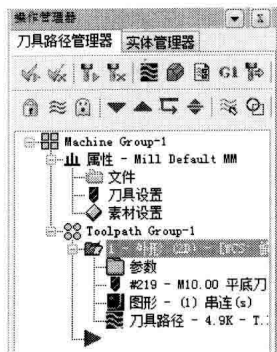

图 1-17 【刀具路径管理器】
- **【刀具路径管理器】**：如图 1-17 所示，操作管理器把同一加工任务的各项操作集中在一起，如加工使用的刀具和加工参数等，在管理器内可以编辑、校验刀具路径、复制和粘贴相关程序。